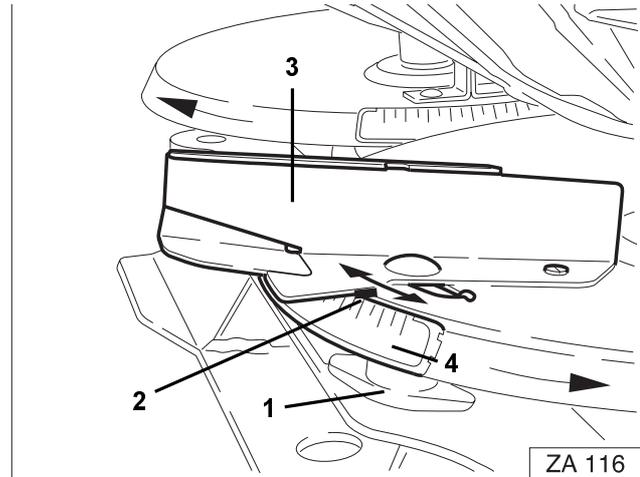

Fig. 30
- Aflojar la tuerca de mariposa (Fig. 30/1).
- El borde indicador (Fig. 30/2) de la paleta corta (Fig. 30/3) se sitúa en el valor "8" de la escala (Fig. 30/4).
- **Apretar de nuevo la tuerca de mariposa (Fig. 30/1) (sin necesidad de herramientas).**